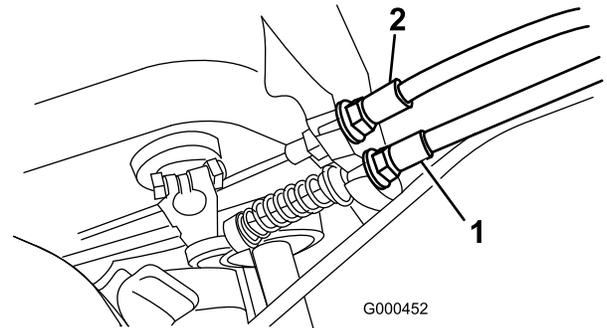

図 35
2. ブレーキ・ケーブルの前ジャム・ナットをゆるめ、後ジャム・ナット（図 35）を締め、ケーブルの張りを出し、5～6.3 kgの力でブレーキが作動するようにする。力の計測はレバー・ノブの部分で行う。ブレーキ・バンドが締めまりっぱなしにならないよう注意すること。